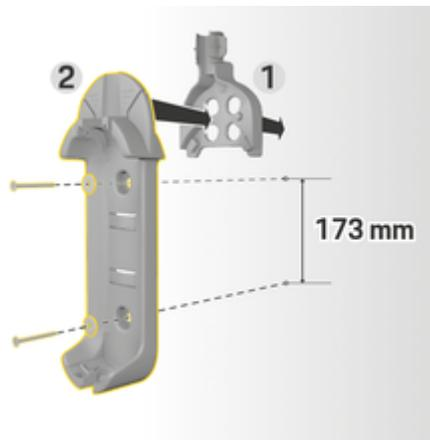

Fig. 8: Cotes de perçage
3. Pressez l'installation murale de base **2** (Fig. 8) dans le guide-câble **1** (Fig. 8) depuis l'avant.